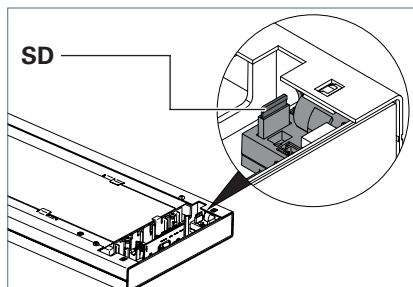

Fig. 6: Insérer la carte SD.
- Insérer la carte mémoire **SD** dans l'emplacement du module TIME, voir Fig. 6. Après environ dix secondes, la DEL dans le module TIME s'éteint. Le contenu de la carte mémoire est lu à intervalles réguliers.